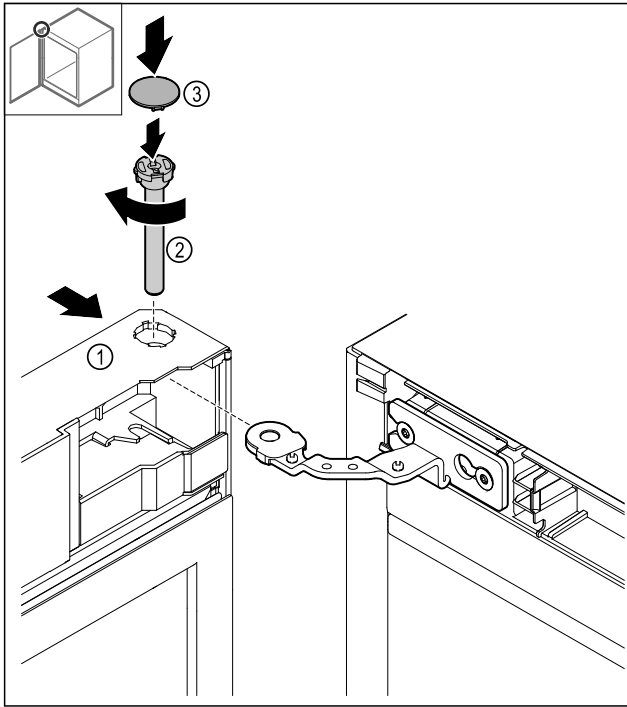

Fig. 47
- ▶ Nasuňte dveře Fig. 47 (1) nahore na závěs.
- ▶ Zasuňte čep Fig. 47 (2) a pevně jej utáhněte ve směru hodinových ručiček.
- ▶ Nasadte kryt Fig. 47 (4).